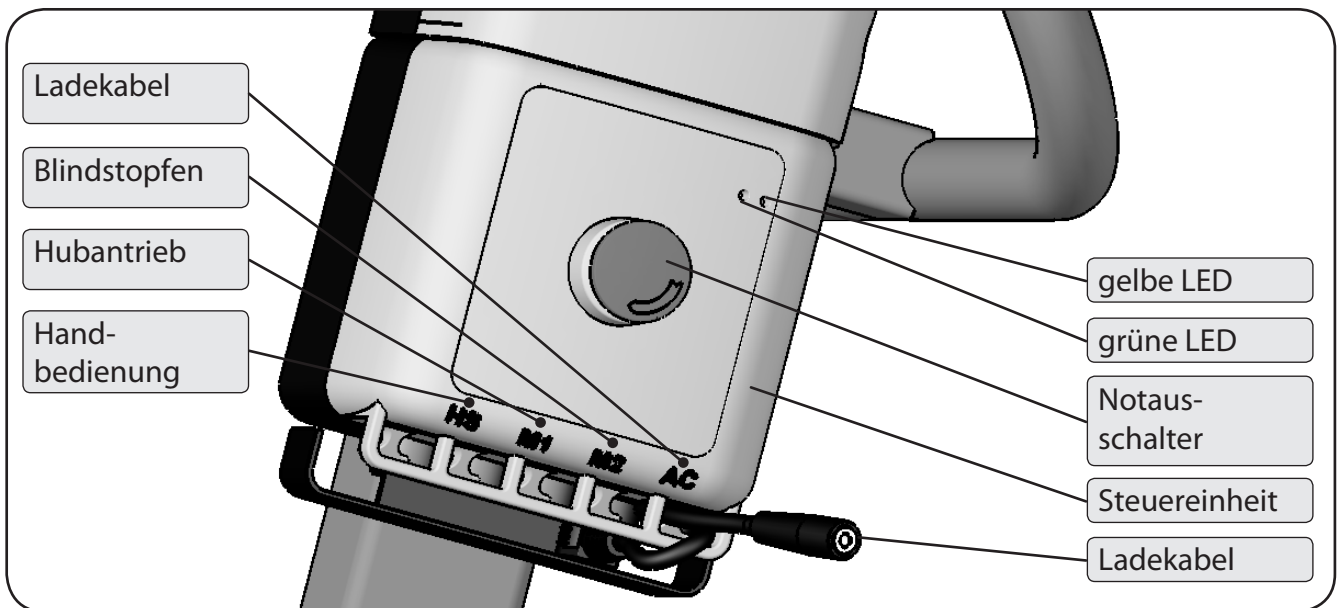

Abbildung 15
1. Überprüfen Sie die Steckverbindungen an der Steuereinheit (Abbildung 15):
3. Entriegeln Sie den Notausschalter (Abbildung 15), falls er gedrückt ist, durch Verdrehen im Uhrzeigersinn.